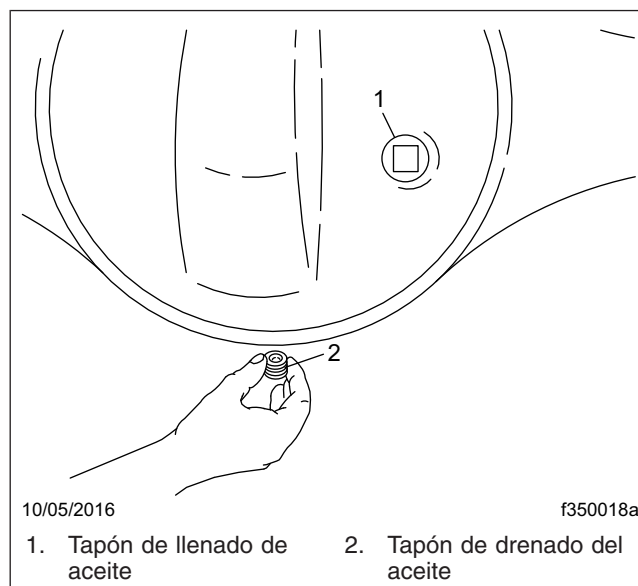

Figura 4, Tapones de drenaje y llenado de la funda del eje
2. Limpie el tapón de llenado y su área circundante. En la cubierta trasera de la funda del eje, retire el tapón del orificio de llenado de aceite (o del tubo vertical, si está instalado en el orificio de llenado de aceite). Vea la **Figura 4**.
3. Coloque una cubeta de drenaje debajo del tapón de drenaje del eje trasero. Vea la **Figura 4**. Drene el aceite a la temperatura normal de funcionamiento, 150 a 200 °F (65 a 93 °C). A esta temperatura, el aceite goteará más fácilmente y asegurará el enjuague del eje.